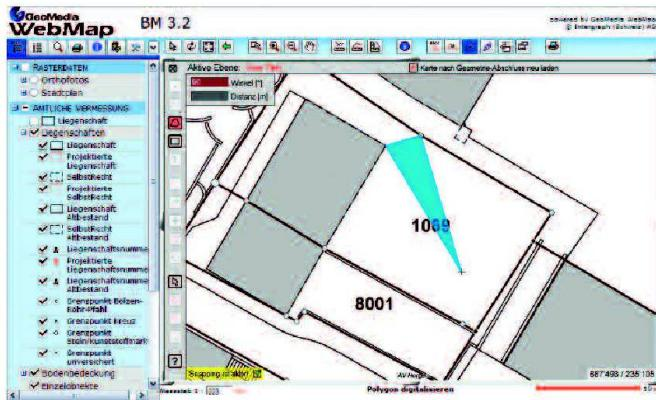

Abb. 5: Konstruktionswerkzeug (Winkelsperre).
- Konstruktionshilfen beim Erfassen von Geometrien: Beim Digitalisieren von Polylinien oder Polygonen können Segmente in einem fixen Winkel (Winkelsperre) oder einer fixen Distanz (Distanzspur) erfasst werden (Abb. 5).